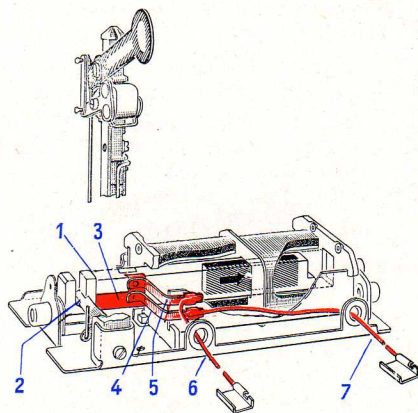

Fig. 6a Interrupteur du courant de traction en position «Voie libre»
monté sur nos signaux permet de couper ou de rétablir ce dernier dans un tronçon de voie isolé précédant le sémaphore. Les figures 6a et 6b montrent la construction de cet interrupteur. Il est couplé à l'induit (1) qui commande, par l'intermédiaire d'un levier coudé (2), la tringle qui actionne l'aile du signal (sur la figure le mât du signal a été coupé). De chaque côté de l'induit (isolant) est fixée une lame métallique (3); l'une est destinée à
l'interruption du courant-traction de la caténaire, l'autre agit sur le courant-traction du rail central. Sur chacune d'elles frottent deux ressorts de contact (4 et 5). Les câbles rouges (6 et 7) sont soudés à une paire de ressorts de contact, l'autre paire étant reliée aux prises situées sur la partie arrière du signal. La figure 6a montre la position de l'interrupteur lorsque le signal est sur «Voie libre». Les